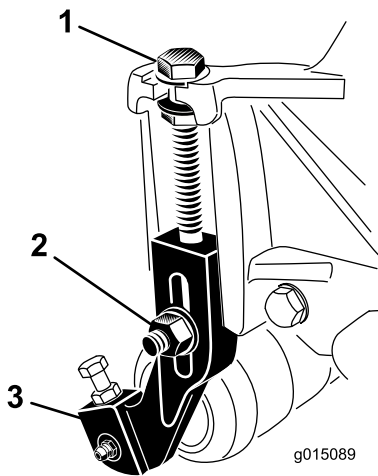

Bild 14
1. Lösen Sie die Sicherungsmuttern, mit denen die Schnitthöhenhalterungen an den Seitenplatten des Mähwerks befestigt sind (**Bild 14**).